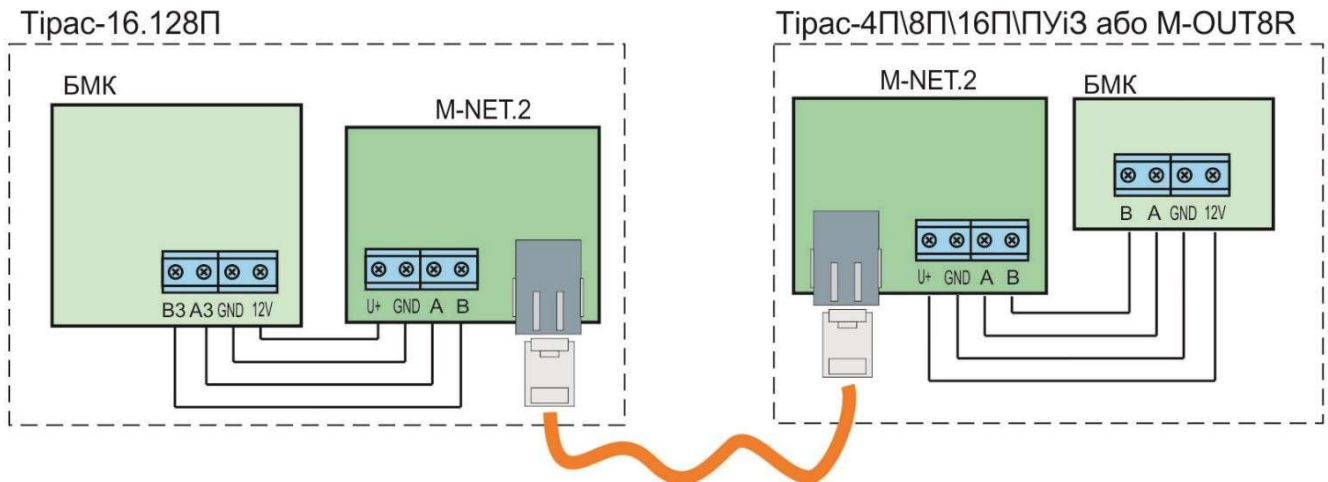
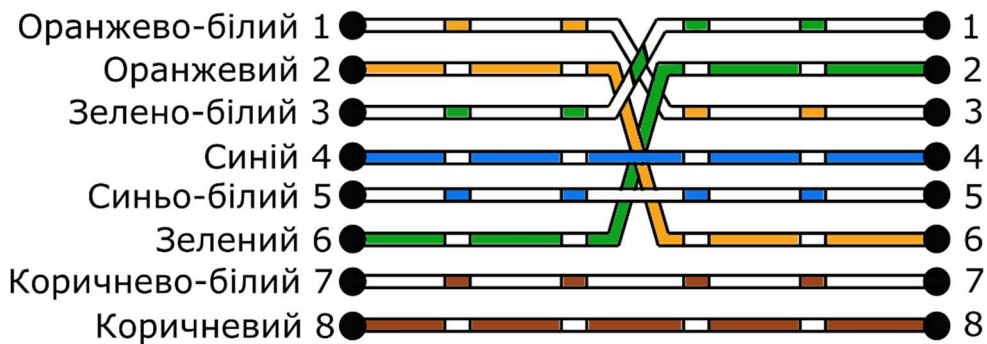

Рисунок 8.1 – Пряме підключення пристроїв
Рисунок 8.2 – Перехресний кабель Ethernet (кросс-кабель)
1. **Пряме** (Рис. 8.1) за допомогою перехресного Ethernet кабелю (Рис. 8.2);